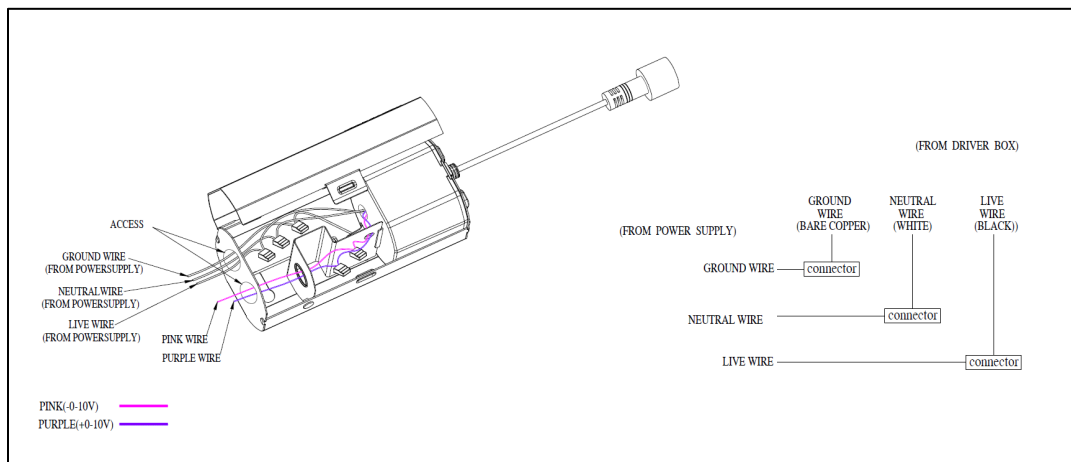

Figura 10
3. Abra la tapa de la caja del controlador remoto. Empuje y retire los orificios ciegos apropiados en la placa lateral para adaptarse al tipo de suministro eléctrico que se utiliza. Ubique los cables de alimentación de la caja del controlador remoto y conéctelos a la fuente de alimentación mediante conectores de inserción (incluidos). Conecte el cable negro al cable vivo, el cable blanco al cable neutro y el cable a tierra de cobre a tierra (como se muestra en la Figura 10) y asegúrelo usando un conector de inserción; El cable rosa y morado solo se aplica a la atenuación de 0-10 V del dispositivo MVOLT. Cierre la tapa de la caja.